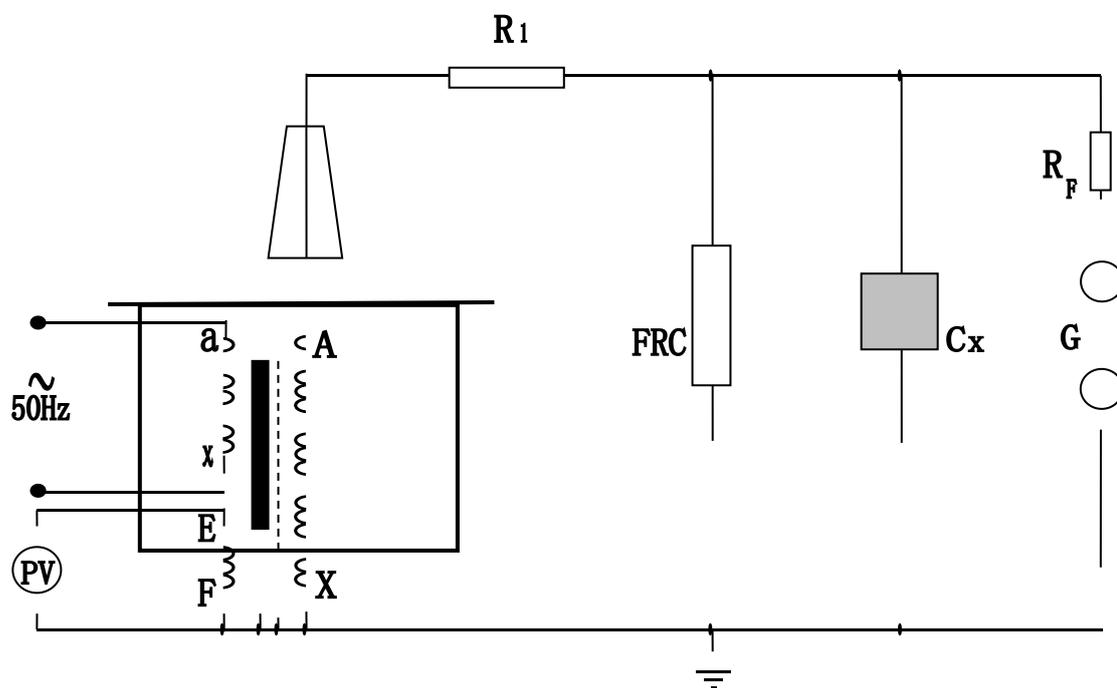

图 6：被试品工频耐压试验接线图
4.YD-J 试验变压器做被试品的工频耐压试验使用接线原理图见图 6。
在工频耐压试验中，低电压侧测量电压(仪表电压)不是非常准确的，其原因是由于试验变压器存在着漏抗，在这个漏抗上必然存在着压降或容升，使试品上的电压低于或高于低压侧测量电压表上反映出来的电压。工频耐压试验时，被试品上的电压高于试验变压器的输出电压，也就是所谓容升现象。感应耐压试验时，试验变压器的漏抗必然存在着压降。为了准确测量被试品上所施加的电压，因此常在高压侧接入 FRC 阻容分压器来测量电压(见图 6)。